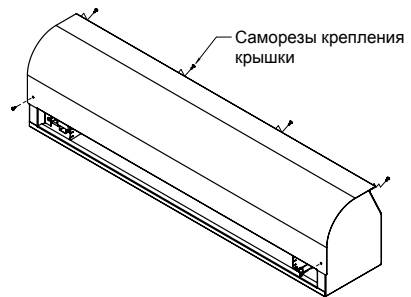

Рисунок 7
- После того, как решетка снята с завесы, необходимо приступить к снятию крышки. Для этого, с крышки выкручиваем саморезы (см.рисунок 7).